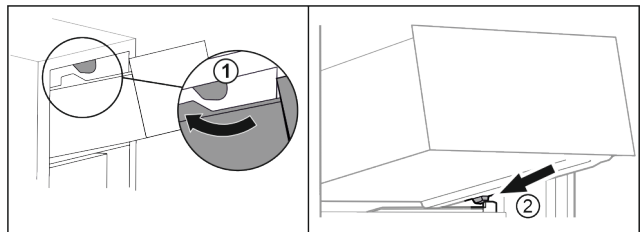

Fig. 63
- ▶ Lade om de bovenste stoppers leiden. Fig. 63 (1)
- ▶ Lade schuin achter de onderste stoppers op containerrib plaatsen. Fig. 63 (2)